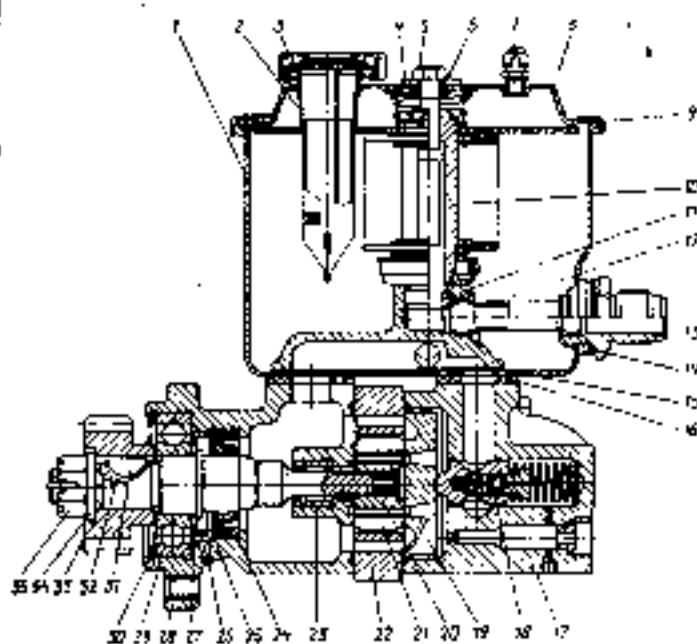

Bild 99. Pumpe der Servolenkung:
Die Pumpe der Servolenkung stellt eine doppeltwirkende Schaufelpumpe dar (Bild 99). Beim Drehen der Pumpenwelle werden die Schaufeln unter Einwirkung der Fliehkräfte und des Oldruckes gegen die krummlinige Fläche des Stators gedrückt.
5. Den Deckel 8 (s. Bild 99), das Filter 2 abbauen und spülen.